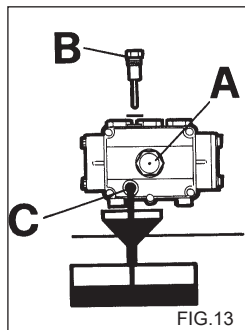

FIG. 13
- 2) Desatarraxe a tampa com a vareta de controle do nível (fig. 13).